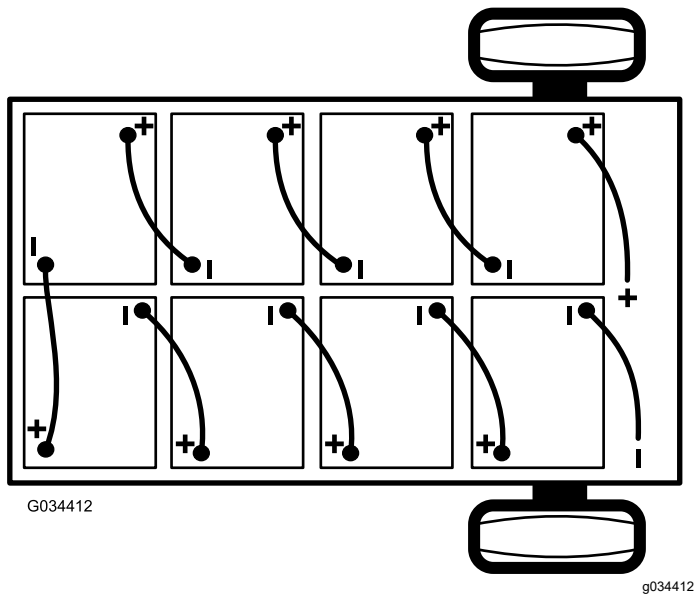

Bild 41
- Schließen Sie das Hauptminuskabel (schwarz) ab, mit dem die Batterien an der Erdungsstelle der Maschine angeschlossen sind (Bild 41).
- Schließen Sie das Hauptpluskabel (rot) der Batterie ab, mit dem die Bank der Batterien am Hauptanschluss der Maschine angeschlossen ist (Bild 41).
Hinweis: Achten Sie auf die Batteriepolarität, wenn Sie neue Batterien einsetzen (Bild 41).
- Schließen Sie die Batterien mit den Batterieverbindingkabeln, die Sie in Schritt 1 entfernt haben, zusammen, wie in Bild 41 abgebildet.
- Schließen Sie das Hauptpluskabel (rot) der Batterie zwischen der Bank der Batterien und der Maschine an (Bild 41).
- Schließen Sie das Hauptminuskabel (schwarz) zwischen den Batterien und der Maschine an (Bild 41).